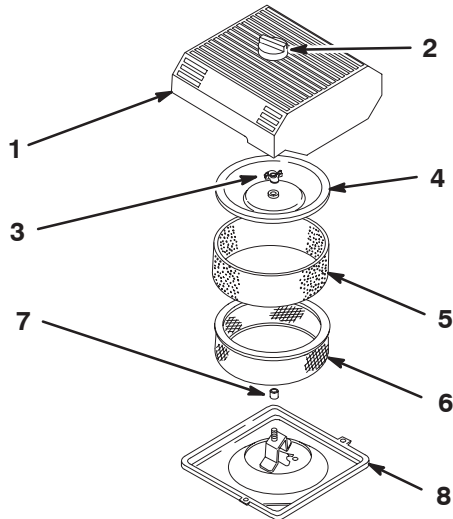

Bild 31
3. Reinigen Sie den Bereich um den Luftfilter herum, um zu verhindern, dass Schmutz in den Motor fällt und Schäden verursacht (Bild 31).
4. Lockern Sie das Handrad an der Luftfilterabdeckung und entfernen Sie die Luftfilterabdeckung (Bild 31).
5. Schieben Sie den Schaumeinsatz vorsichtig vom Papiereinsatz herunter (Bild 31).
6. Schrauben Sie die Deckelmutter los und nehmen Sie die Abdeckung und den Papiereinsatz ab (Bild 31).
1. Schieben Sie das Schaumelement vorsichtig auf den Papiereinsatz des Luftfilters (Bild 31).
3. Drehen Sie die Deckelmutter jetzt mit der Hand fest gegen die Abdeckung (Bild 31).
4. Montieren Sie die Luftfilterabdeckung und das Handrad (Bild 31).